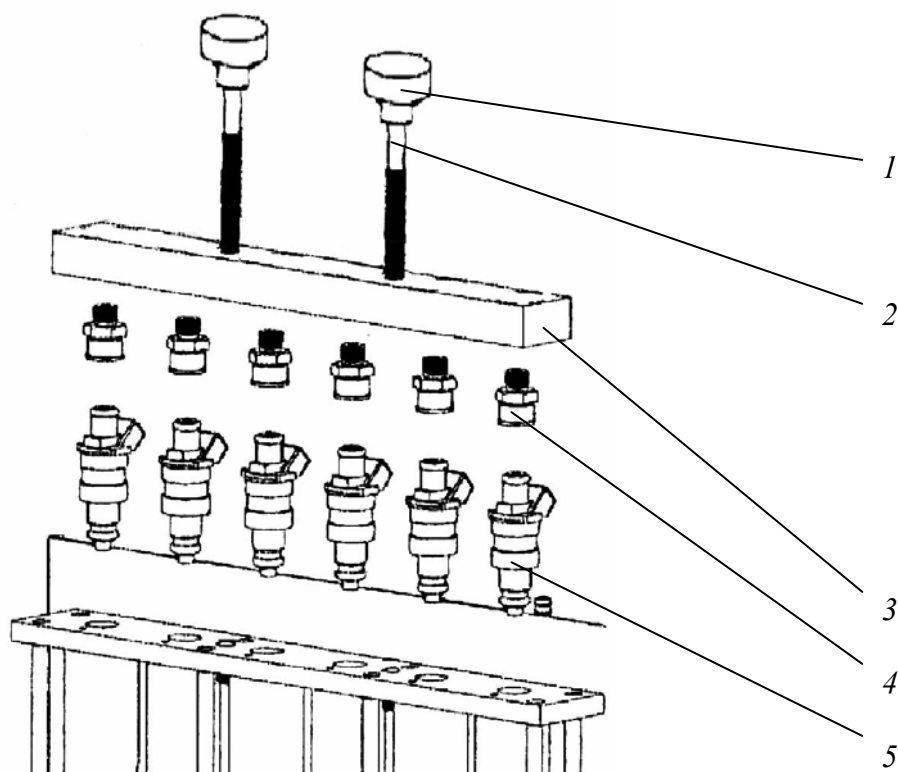

Рис. 6. Схема установки форсунок с прямой подачей топлива:
8.3.1. Форсунки с верхней подачей топлива устанавливаются в следующей последовательности (см. Рис. 6):